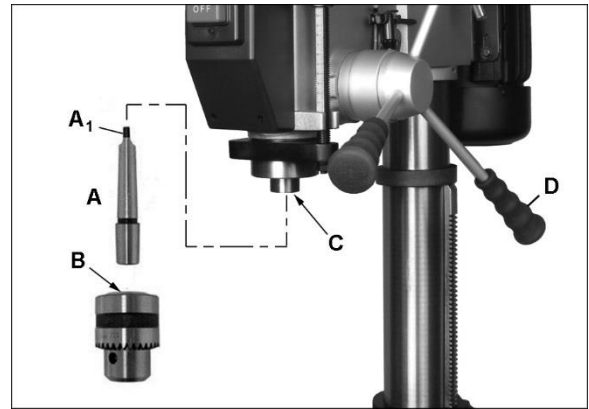

Рис. 6-2: установка патрона и оправки
1. Установите 3 рукоятки подачи в муфту штурвала (D, Рис. 6-2).
10. Тщательно очистите оправку (A, Рис. 6-2), патрон (B) и шпиндель (C). Наличие смазочных материалов или их следов на поверхностях оправки, патрона и шпинделя может стать причиной их отсоединения друг от друга и создать опасность получения травм, а также поломки инструмента.
12. Установите патрон (B) в оправку (A) вручную, затем плотно вставьте собранный узел в шпиндель (C).